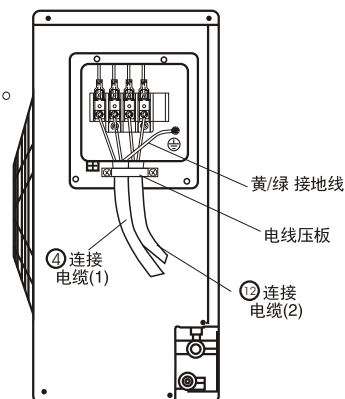

图 28
- (3)用电线压板将连接电缆压住后用螺钉紧固，按图28安装。
- (4)必须将黄/绿线接至带有“⊕”标志的端子上。